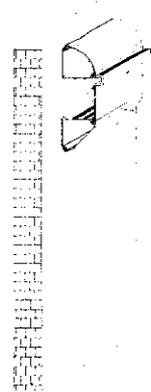

Figura 10
- Proceder a realizar las tareas sobre el canal de gases medicinales en el cual una vez realizada las conexiones pertinentes de la forma que se determine ya sea por soldadura de plata y cañería de cobre o con sistema de conexión rápida con poliamida y fitting se procederá a realizar el encastre de la parte inferior del perfil N° 3 en el enganche previsto para tal fin con la parte inferior del perfil N° 1 y trabar luego ejerciendo la presión necesaria la parte superior del perfil N° 3 en el enganche previsto para tal fin con la parte superior del perfil N° 1. Dicho ajuste y encastre de ser necesario se deberá realizar con algún tipo de herramienta que ayude a la fijación del mismo tratando de no efectuarle ningún daño (Figura 10).